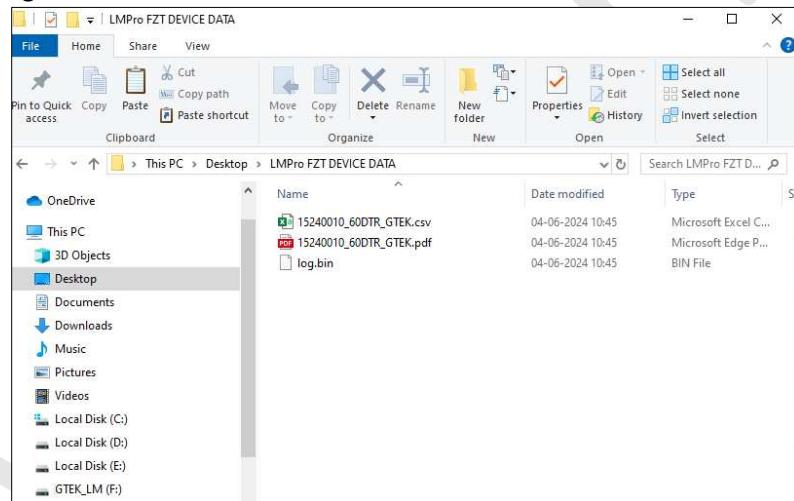

Figura 22 Guarde el informe PDF/CSV en la ubicación del archivo seleccionado
- Copie estos archivos desde la unidad USB a la ubicación de archivo adecuada en la PC, como se muestra en la figura 22.